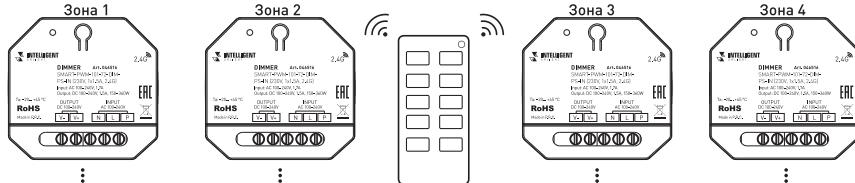

Рис.3. Вариант построения системы с 4-зонным пультом дистанционного управления
- При использовании многозонных пультов ДУ или панелей можно построить разветвленную систему управления [рис. 3].